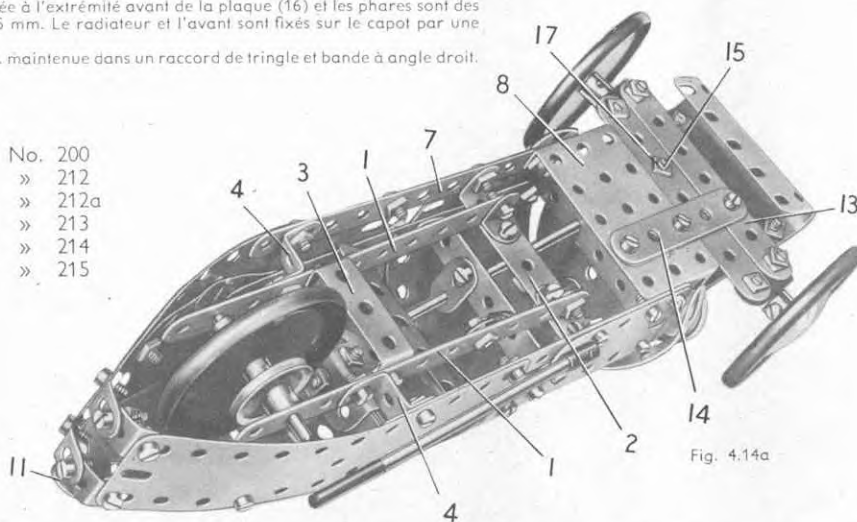

Fig. 4.14a
Le châssis de la voiture se construit en fixant deux bandes de 11 trous (1) sur une bande coudée de 60x12 mm. (2) par des équerres, et en les réunissant ensuite l'une à l'autre par une bande coudée de 38x12 mm. (3). Les rebords de la bande coudée (2) et les équerres renversées (4) servent à fixer la carrosserie sur le châssis. Chaque côté est formé d'une plaque flexible de 6x4 cm. (5) et d'une de 14x4 cm. (6) boulonnées sur une bande de 11 trous (7). Les extrémités arrière des plaques (6) sont réunies par 4 équerres à 135° disposées par paires (fig. 4.14a). Une plaque à rebords de 6x4 cm. (8) boulonnée entre les deux côtés de la carrosserie débordant d'un trou les extrémités avant des bandes (7). Le dessus du capot est une plaque flexible de 11,5x6 cm. incurvée de façon voulue et boulonnée entre les plaques (5). Les boulons (9) et (10) qui la tiennent en place servent également à fixer des bandes coudées de 60x12 mm. entre les côtés, de façon à renforcer le capot. L'arrière est constitué par deux plaques cintrées de 43 mm. de rayon, et il est complété par trois bandes de 5 trous (11). Le siège est une plaque cintrée en U fixée par une embase triangulée coudée sur une bande de 5 trous (12). Cette bande est réunie par un support plat à une bande incurvée épaulée, et l'ensemble est fixé sur une équerre boulonnée aux plaques cintrées de 43 mm. de rayon. La roue arrière est fixée sur une tringle de 5 cm. passée dans les bandes (1) et tenue en place par deux poulies de 25 mm. L'essieu avant est une bande de 7 trous (13) boulonnée entre deux bandes de 5 trous (14) fixées sur la plaque à rebords (8) l'une au-dessous de l'autre. Chacune des roues avant est fixée sur une tringle de 4 cm. qui passe dans un support double. Un support plat est bloqué par un écrou sur un boulon de 9,5 mm. passé dans le trou central du support double ; le boulon est ensuite articulé sur la bande (13) par contre-écrou. Une seconde bande de 7 trous (17) est fixée par contre-écrou aux extrémités des supports plats ; deux équerres disposées de façon à former une pièce en U, sont fixées sur cette bande par un boulon (15). Le tube de direction est une manivelle qui passe dans la bande coudée tenue par les boulons (9) et dans un support plat fixé sur la bande coudée tenue par les boulons (10). Son extrémité incurvée s'insère entre les équerres tenues par le boulon (15). Le radiateur et l'avant sont constitués par une plaque flexible de 6x6 cm. (16) fixée sur une plaque semi-circulaire. Une plaque cintrée en U est boulonnée à l'extrémité avant de la plaque (16) et les phares sont des poulies de 25 mm. fixées sur des boulons de 9,5 mm. Le radiateur et l'avant sont fixés sur le capot par une équerre. Le tuyau d'échappement est une tringle de 10 cm. maintenue dans un raccord de tringle et bande à angle droit.